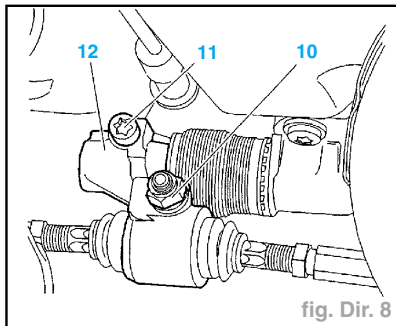

fig. Dir. 8
- Débloquer la fixation (10) du vérin d'assistance de direction (fig. Dir. 8).
- le tube d'alimentation (14) : serrer à **2,5 daN.m**,
- le tube de retour (13) : serrer à **2,5 daN.m**,
- la chape (12) sur la direction (fig. Dir. 8).
- Poser la fixation (10) du vérin d'assistance de direction.
- Accoupler la chape (12) sur la crémaillère de direction.